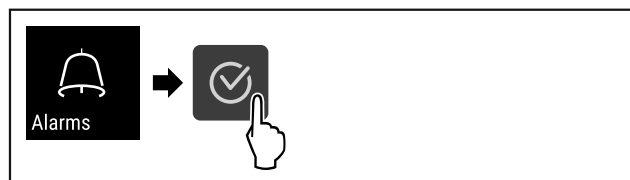

Fig. 135
- ▶ Stappen (zie Fig. 135) uitvoeren.